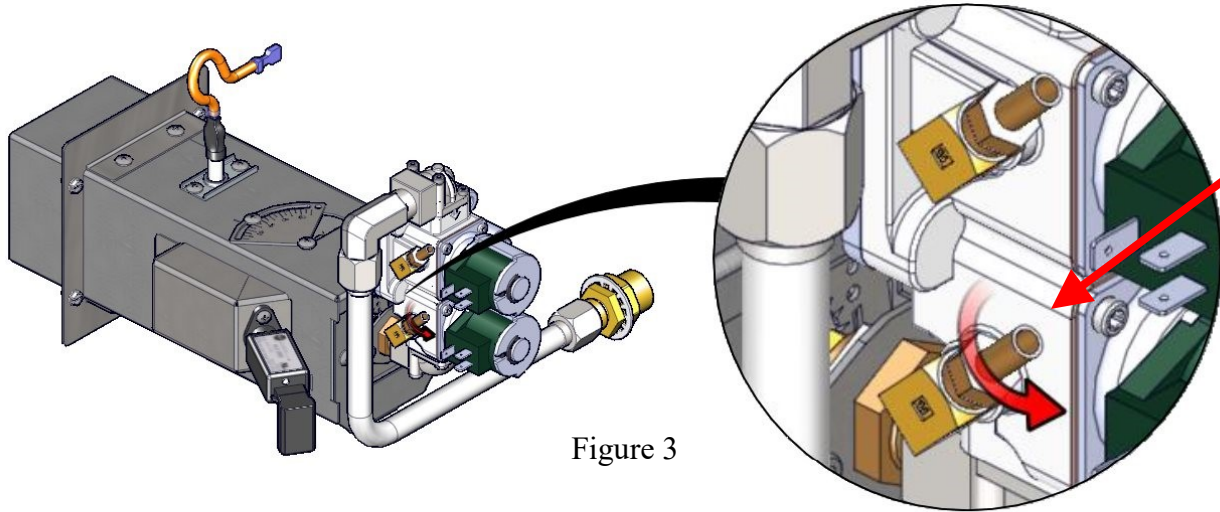

Figure 3
- Desserrez la vis de réglage d'un (1) tour complet dans le sens inverse des aiguilles d'une montre (Figure 3).